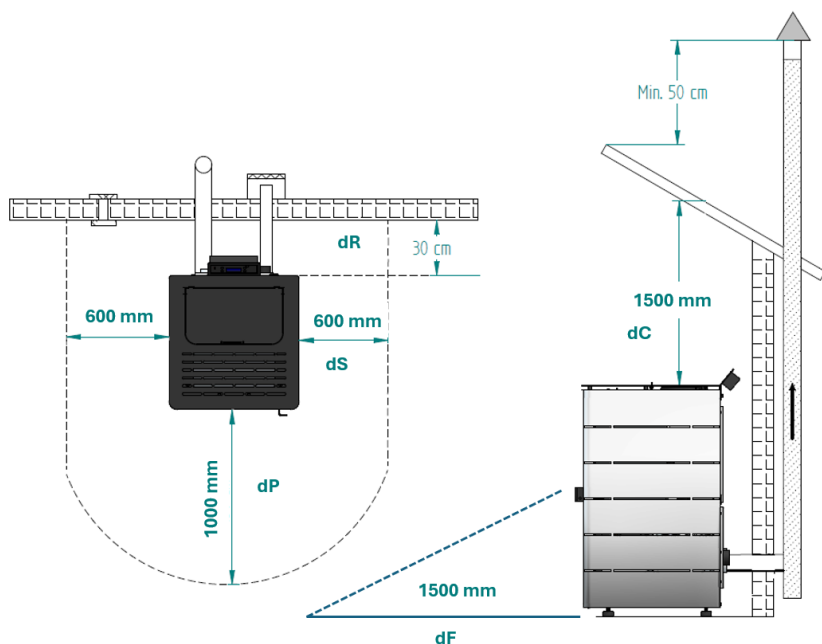

Figura 5 - Distancia mínima a todas las superficies combustibles de la Luma
- Las distancias mínimas entre la estufa y el *Pelotillas* y las superficies particularmente inflamables se muestran en el Figura 5.